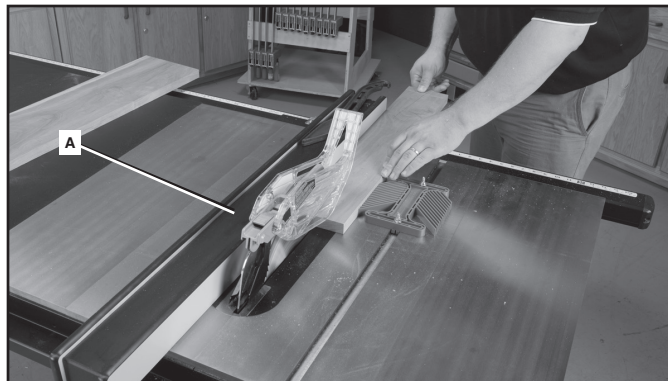

FIG. 55
3. Maintenez la pièce à plat sur la table et contre le guide (A) fig. 55. Maintenez la pièce à environ 25 mm (1 po) de la lame.
▲ ATTENTION : La pièce à machiner doit avoir un bord droit contre le guide et ne doit être ni gondolée, ni déformée, ni courbe. Protéger les mains de la lame et les maintenir à l'écart du chemin de lame. Se reporter à la position adéquate pour les mains en fig. 55.